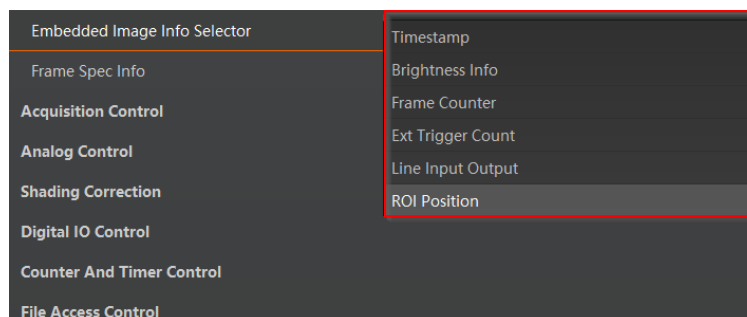

图8-2 选择水印信息
1. 展开 *Image Format Control* 属性，在 *Embedded Image Info Selector* 下拉框处，选择需要嵌入的信息，如 图8-2 所示。